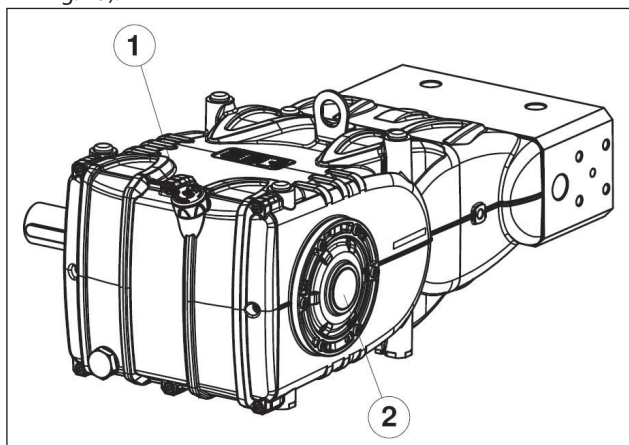

Fig. 15
5. L'huile dans le carter de la pompe est au bon niveau, en la vérifiant avec la jauge prévue à cet effet (rep. ①, Fig. 15) et exceptionnellement avec le témoin de niveau (rep. ②, Fig. 15).